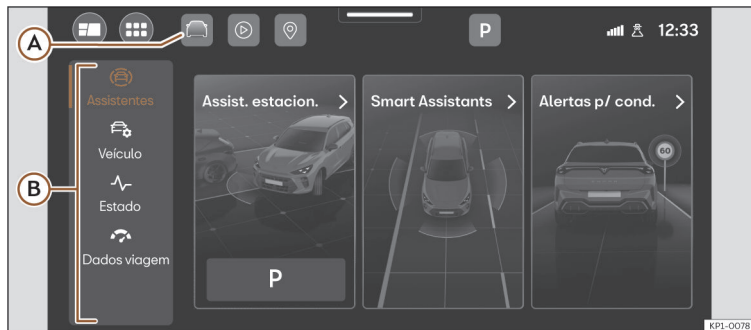

Fig. 15 Representação esquemática: Assistentes e ajustes do veículo.
Pressionando >>> **Fig. 15 (A)**, ou, no menu principal **Veículo**, abre-se o menu dos assistentes e ajustes do veículo. Em seguida, pressionando um dos menus situados na zona esquerda **(B)**, no ecrã mostra-se o menu de ajustes ou de assistentes selecionado.